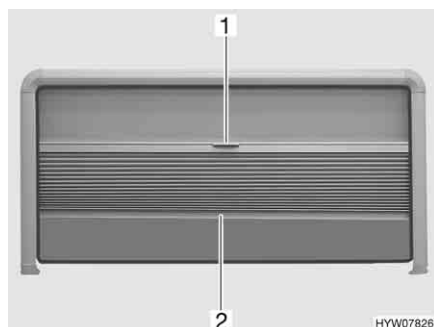

Fig. 68 Tendina oscurante pieghevole e zanzariera a rullo (finestra apribile)
- Chiusura:* ■ Afferrare la tendina oscurante pieghevole al centro dell'asta di chiusura (Fig. 68,2) e tirare delicatamente verso il basso.
- Apertura:* ■ Tenere la parte centrale dell'asta di chiusura (Fig. 68,2) della tendina oscurante pieghevole e spingere quest'ultima verso l'alto con cautela.
- Chiusura:* ■ Tirare la zanzariera a rullo verso il basso utilizzando la maniglia (Fig. 68,1).
- Apertura:* ■ Spingere la zanzariera a rullo completamente verso l'alto utilizzando la maniglia (Fig. 68,1).